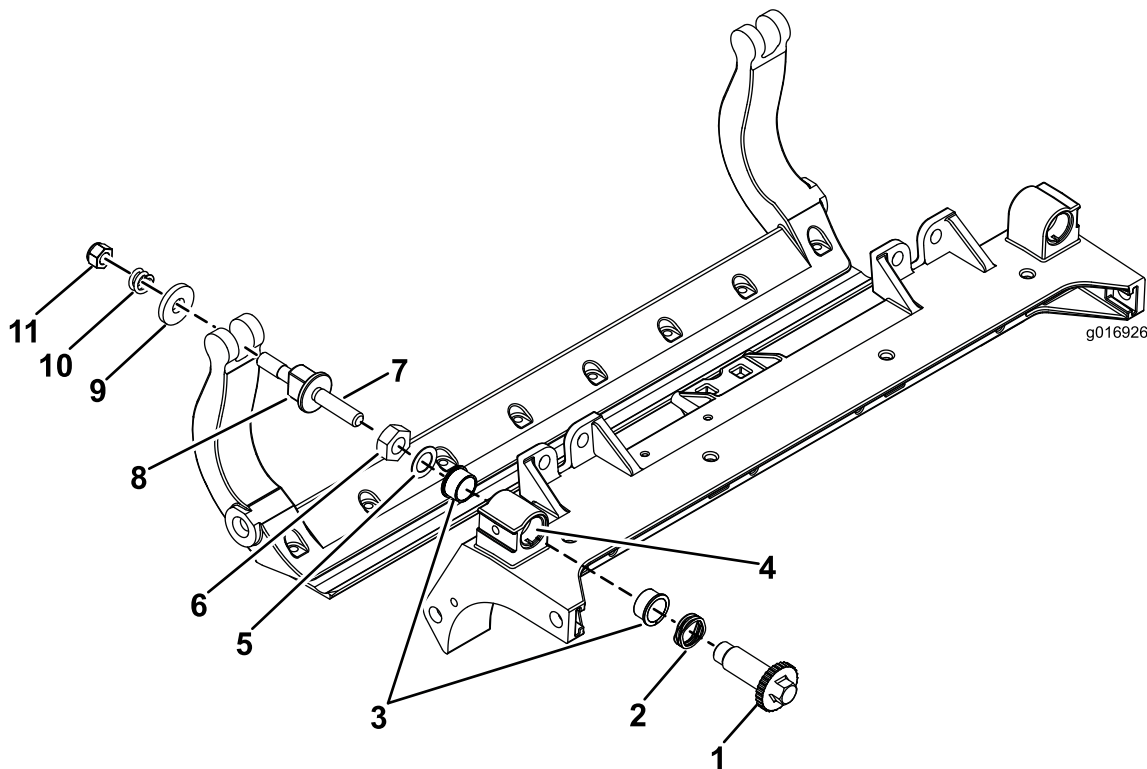

图 36
1. 拆除所有零件请参阅 HD DPA 套件 安装说明和 图 36。
2. 将防粘剂涂抹到滚刀组中心机架图 36的轴套区内侧。
3. 将凸缘轴套上的键与机架的槽对准然后安装轴套图 36。
4. 将一个波形垫圈安装到调节器轴上然后将调节器轴滑入滚刀组机架中的凸缘轴套内图 36。
5. 使用扁平垫圈和锁紧螺母固定调节器轴图 36。
12. 在两个尼龙垫圈的外侧各放一个钢垫圈图 36。
注意 内侧的垫圈可能有空隙图 36。
15. 旋紧每个底刀架调节器总成上的螺母直到加压弹簧完全压缩然后往回松开 1/2 圈图 36。